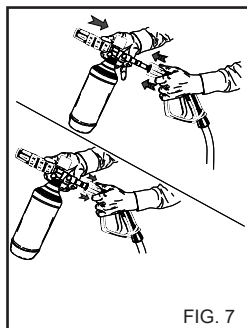

FIG. 7
2) Verwijder het verlengstuk uit de handgreep en breng de kit met reinigingsmiddelsproeier (fig. 7) aan, bedien de hogedrukreiniger en maak het te reinigen oppervlak nat van beneden naar boven.